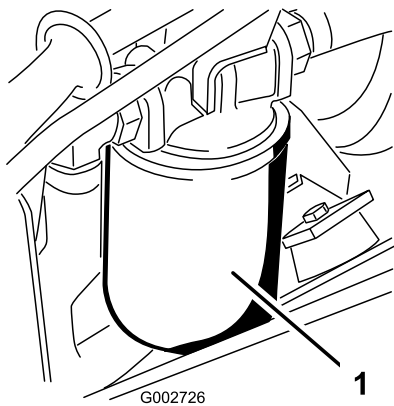

図 42
3. 機体左側にある油圧オイルフィルタ(図 42)の下に容器を置く。